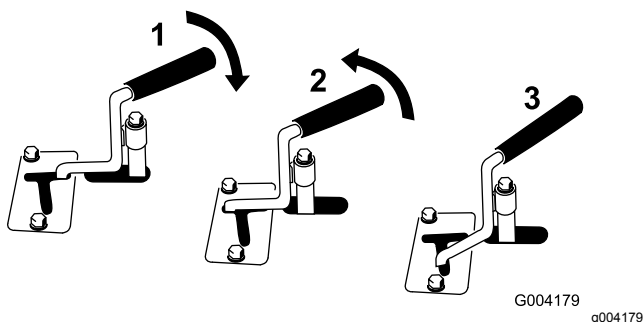

Рисунок 12
- Чтобы гидравлическое навесное орудие начало двигаться в направлении вперед, поверните рычаг вспомогательной гидравлики назад и потяните его в сторону контрольной штанги (Рисунок 12, номер 1).
- Для того чтобы гидравлическое навесное орудие начало двигаться в обратном направлении, поверните рычаг вспомогательной гидравлики назад, затем сдвиньте его влево, в верхний паз (Рисунок 12, номер 2).
Примечание: При отпускании рычага из положения движения ВПЕРЕД рычаг автоматически вернется в НЕЙТРАЛЬНОЕ положение (Рисунок 12, номер 3). Если рычаг находится в положении ЗАДНЕГО ХОДА, он будет оставаться в этом